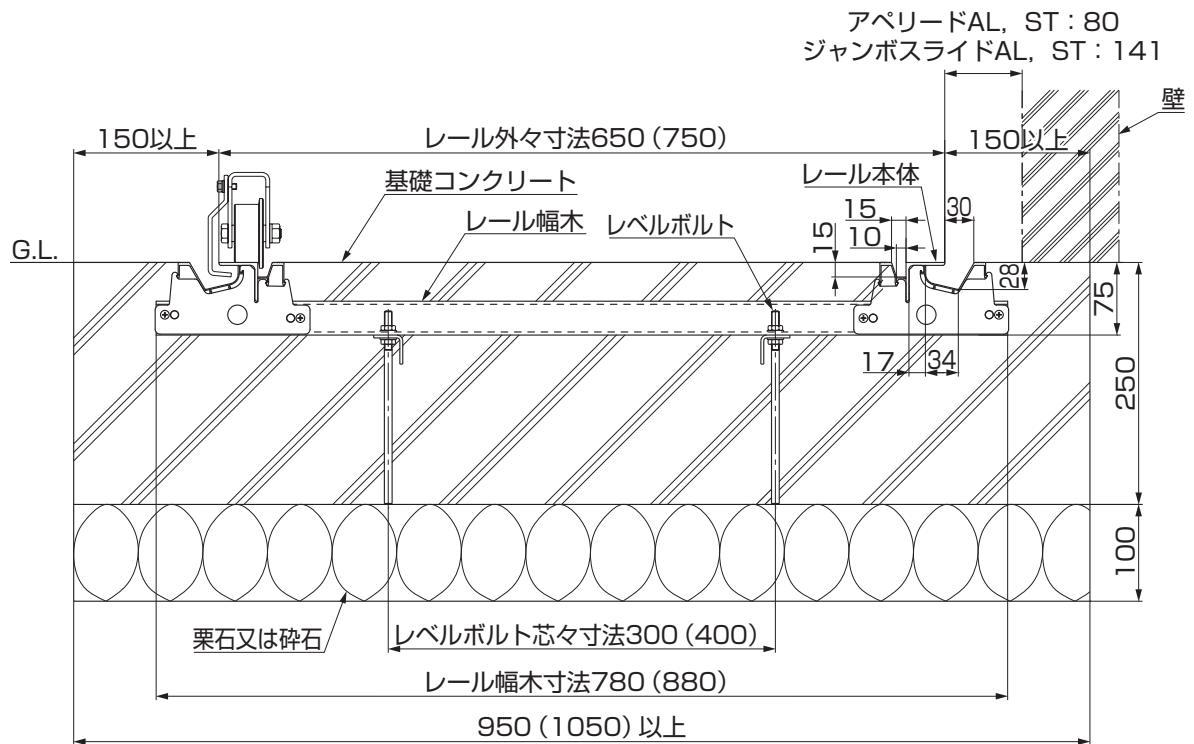

図1-1
- レベルボルトM8×200は基準寸法から-6mm～+15mmの範囲で調整できます。(「1.レールの納まり(断面)」の図1-1参照)